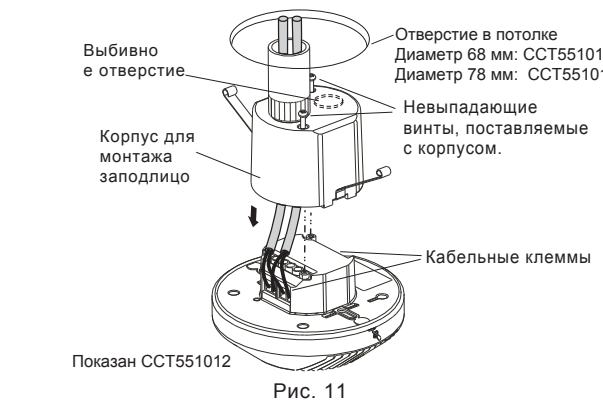

Рис. 11
3.3.2.2 Откройте выбивное отверстие крышки для монтажа заподлицо с помощью отвертки, если необходимо использовать две трубки, а затем закрепите трубки и пропустите через них кабель питания (см. рис. 11).